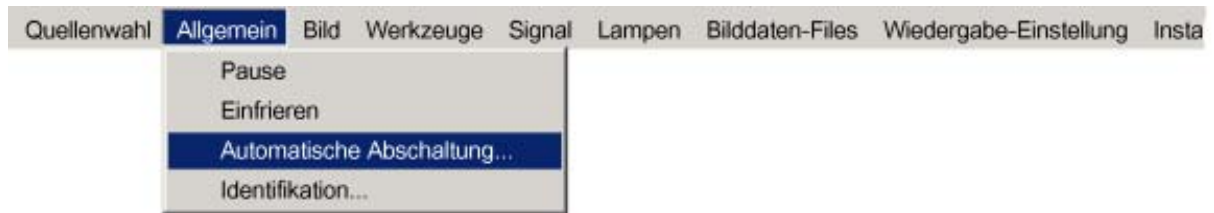

Abbildung 7-4
4. Wählen Sie mit der Taste ↑ oder ↓ die Menüoption *Automatische Abschaltung* aus. (Abbildung 7-4)